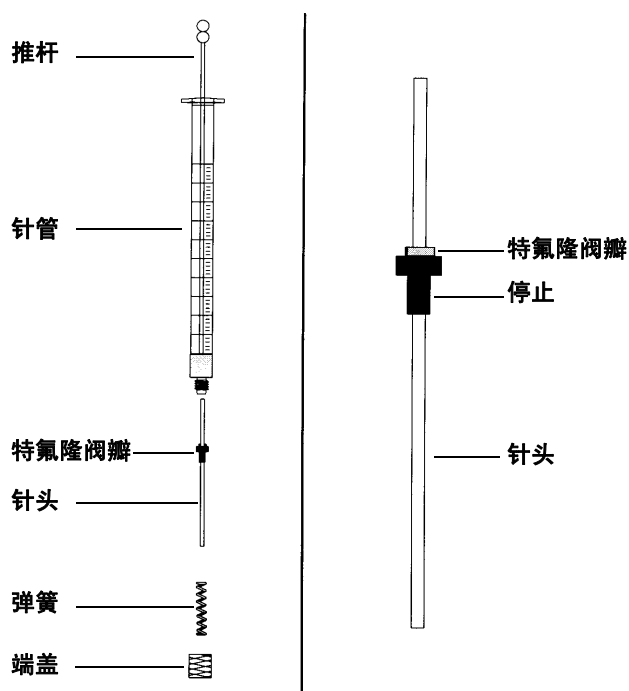

图 80 进样针部件
将针头插入进样针针管（图 80）：
- 2 确保针头装有特氟隆阀瓣（图 80）。如果进样针针管没有特氟隆阀瓣，请按照进样针盒中的说明将其安装在针头上。